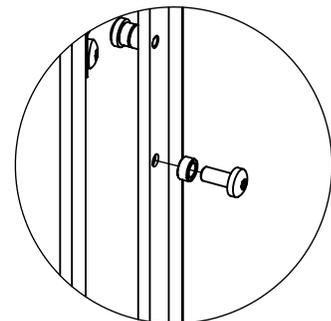

Figure 48: Bushing and Screw: 3-Sided
2. Dans le cas du panneau trois côtés, accrocher le Surround sur les crochets appropriés en fonction de l'option Surround qui sera utilisé avec le panneau ajustable. Voir les figures 48 et 49.
Soulevez le visage debout devant la cheminée avec les quatre (4) crochets pointant vers la cheminée. Faites glisser les crochets sur leurs douilles correspondantes (voir les figures 48 et 49). Se assurer que les crochets sont sécurisés avant de relâcher le surround. L'entourage doit être essuyé avec un chiffon humide périodiquement.